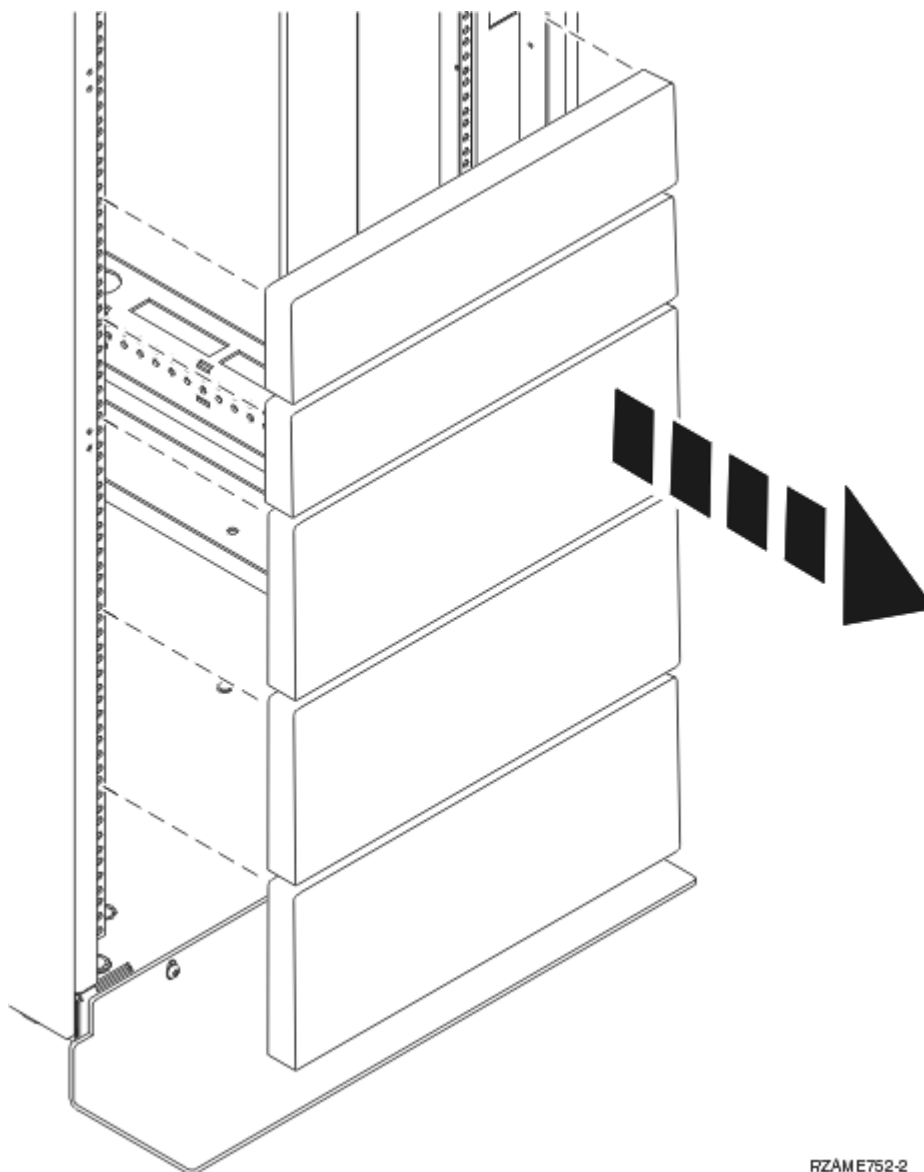

図 5. フィラー・パネルの取り外し
3. 必要な場合は、16 ページの図 5 に示すように、装置を設置するラック・エンクロージャー内にアクセスできるように、フィラー・パネルを取り外します。